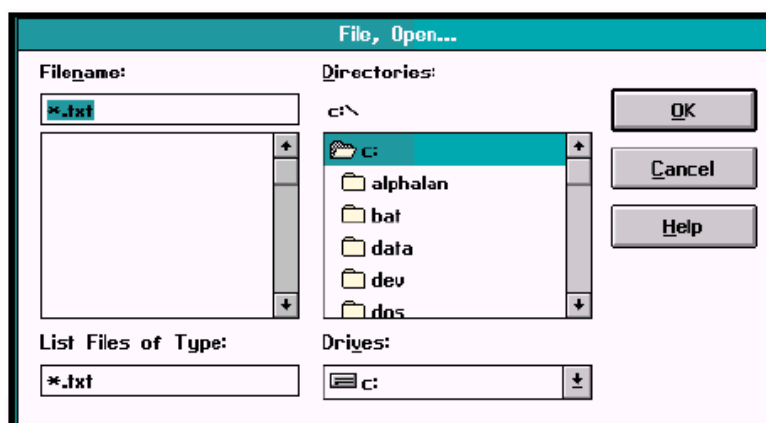

図 D-11 データファイルのダウンロード
*Download from PC* をクリックすると、D-7 ページの図 D-11 に示すように IDM からファイルを問い合わせてきます。